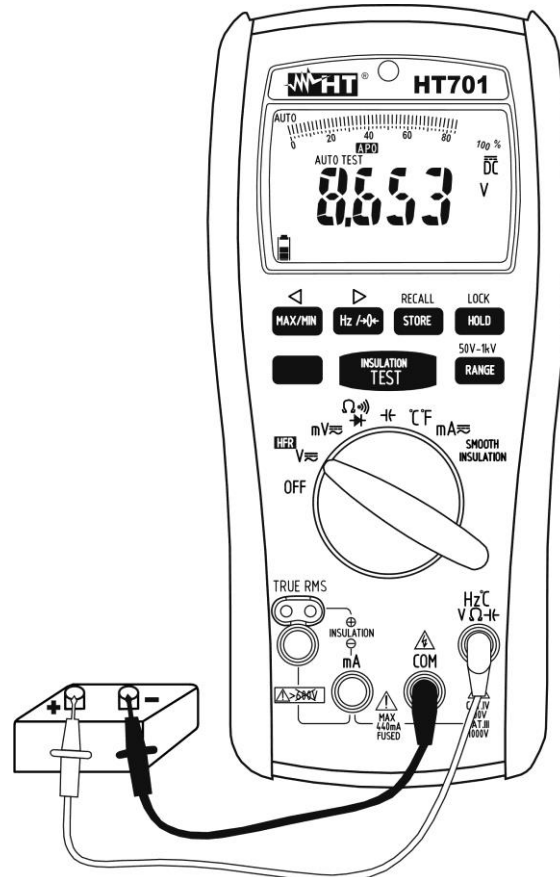

Abb. 2: Verwendung des Gerätes für Gleichspannungsmessung
4. Verbinden Sie die rote Messleitung mit der **Hz°CVΩH** Eingangsbuchse, und die schwarze Messleitung mit der **COM** Eingangsbuchse (siehe Abb. 2)
7. Das Symbol "—" auf dem Display des Gerätes gibt an, dass die Spannung die umgekehrte Richtung mit Bezug auf die Verbindung in Abb. 2